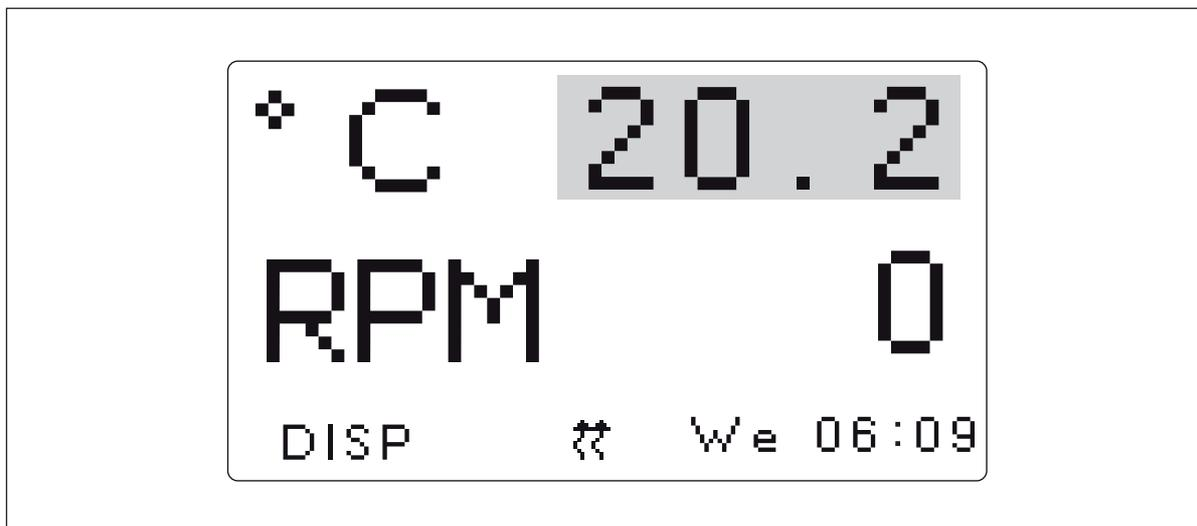

Fig. 5-4: Modifica del setpoint
2. Far scattare la manopola di controllo premendola per visualizzare il setpoint attuale (in questo esempio, **20,2** (vedi Fig. 5-4 a pag. 48), il quale lampeggerà).